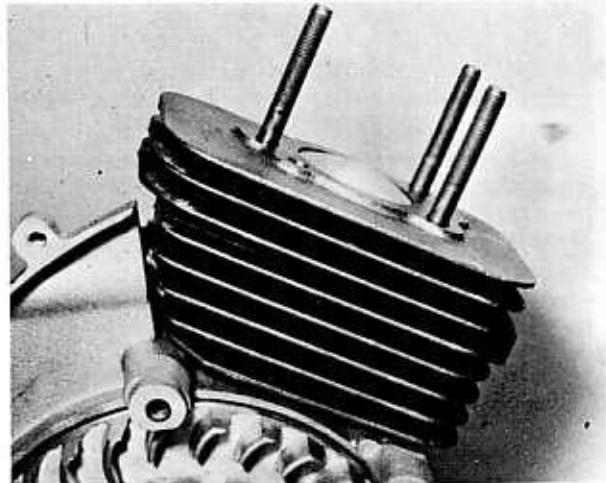

Bild 20
- Den Zylinder sorgfältig von den Stiftschrauben abziehen und dabei den Kolben sofort festhalten, sobald er an der Unterseite des Zylinders hervortritt (Bild 20). Als Schutzmassnahme gegen das Ein dringen eventuell abgebrochener Kolbenringteile in das Kurbelgehäuse soll man die Kurbelgehäu seöffnung sofort mit einem sauberen Lappen verschliessen, sobald der Zylinder leicht angehoben wurde, und noch bevor der Kolben aus dem Zylinder heraustritt.